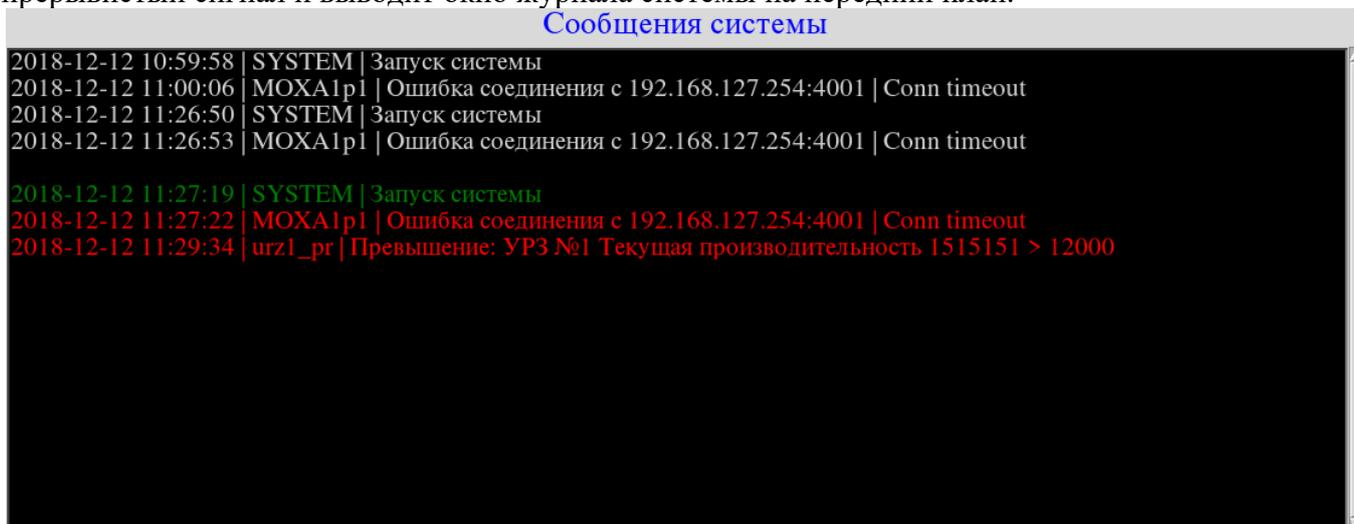

Рисунок 2: Окно оперативного журнала системы
- Окно оперативного журнала системы (рисунок 2)